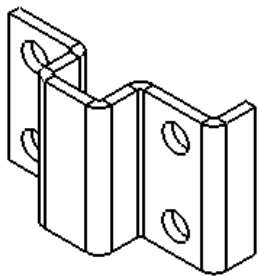
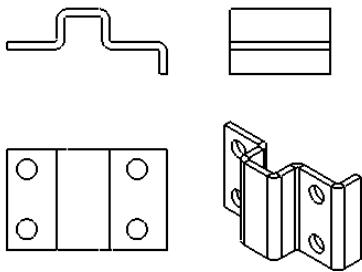

图 8.5.6 创建轴测视图
图 8.5.7 隐藏切边
(2) 选择零件模型。在“模型视图”对话框（一）中单击 **要插入的零件/装配体(E)** 区域中的 **浏览(B)...** 按钮，系统弹出“打开”对话框，在“查找范围”下拉列表中选择目录 D:\sw18.5\work\ch08.05，然后选择“ironware.SLDPRT”，单击 **打开** 按钮，系统弹出“模型视图”对话框（二）。
(3) 定义视图参数。在 **方向(O)** 区域中单击“等轴测”按钮 ，再选中 ☒ **预览(P)** 复选框；将鼠标指针放在图形区，选择合适的放置位置单击（俯视图的左侧），生成图 8.5.6 所示的轴测视图。
(4) 单击“工程图视图”对话框中的  按钮，完成轴测视图的创建。
Step8. 隐藏主视图切边。选取主视图右击，在弹出的快捷菜单中选取 **切边**  **切边不可见(C)** 命令，结果如图 8.5.7 所示。
Step9. 隐藏左视图和俯视图切边。参照隐藏主视图切边的步骤隐藏左视图和俯视图切边，如图 8.5.7 所示。